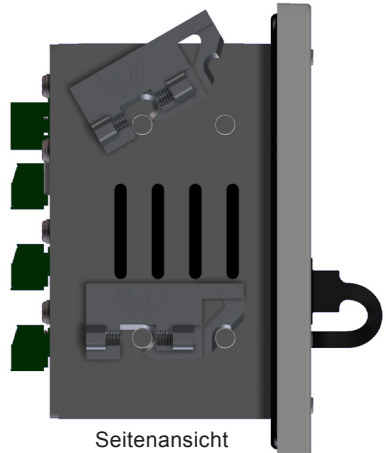

Abb. 11
3. Die Montageklammern werden von hinten an das Gehäuse des M850 geklemmt (siehe Abb. 11).